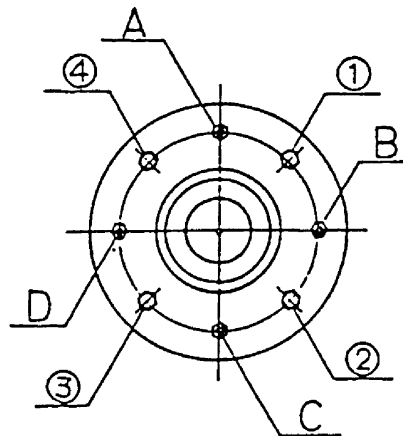

図 9-3
9.3.3 ドラムの芯出し調整 (図 9-3)
- ・ 主軸ベアリングケースを止めている取付けボルト及びナット 4 箇所(A～D)と、調整ボルト及びナット 4 箇所(①～④)で調整します。(図 9-3)
- ・ 例えば、ドラムの口金を機械正面より見て右に寄せたい場合、③、④と A,C,D のナットを少し緩め、③、④のボルトをドラムの口金を見ながら締め込みます。
- ・ 調整が終わったら、③、④と A,C,D のナットを締め込みます。
後方へ抜いてください。(図 9-3)